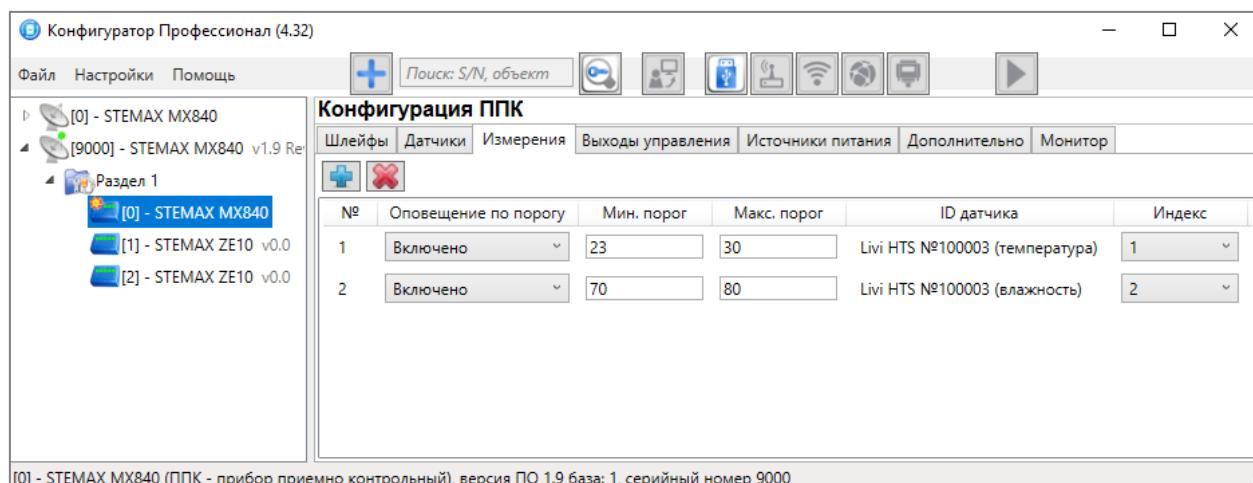

Рисунок 4.42 — Окно Список найденных датчиков
- 2) На вкладке *Измерения* нажмите кнопку  в верхнем левом углу (см. рисунок 4.42).
Настройка параметров работы с зарегистрированными сенсорами выполняется в таблице с описанными ниже столбцами (см. рисунок 4.42).
Для удаления канала измерения из конфигурации выделите его в списке и нажмите кнопку  в верхнем левом углу вкладки (см. рисунок 4.42).